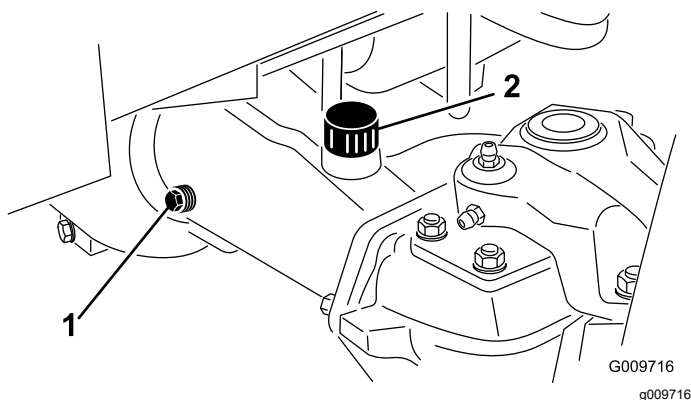

Figura 72
2. Demontujte zátku kontrolního otvoru na jednom konci nápravy a zkontrolujte, zda hladina oleje dosahuje ke spodnímu okraji otvoru (Figura 72).